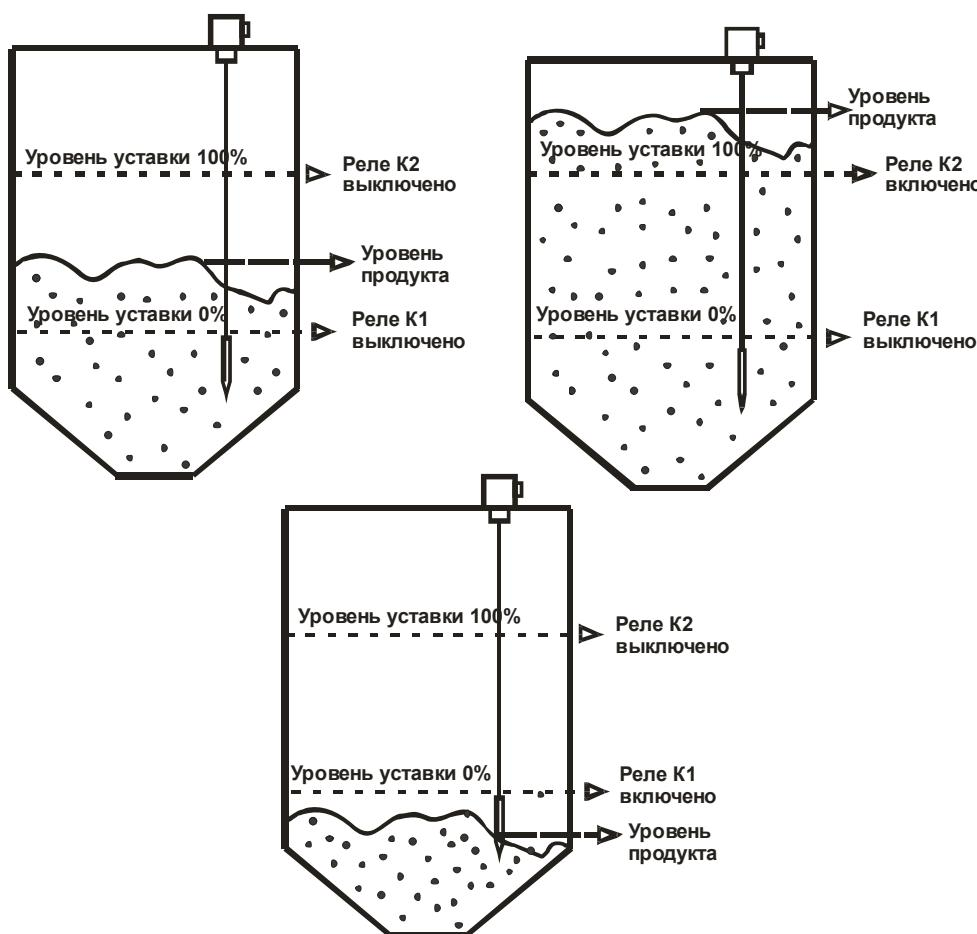

Рис.5. Состояния реле K1 и K2 в двухпороговом режиме работы (режим 2).
**1.3.8 Режим 2. Двухпороговый режим** (см.рис.5). В данном режиме происходит независимая сигнализация о достижении предельного нижнего или предельного верхнего уровней.
Достижение запрограммированных нижнего и верхнего уровней сигнализируется с помощью реле K1 – нижний уровень и реле K2 – верхний уровень. (табл. 6, рис. 5).